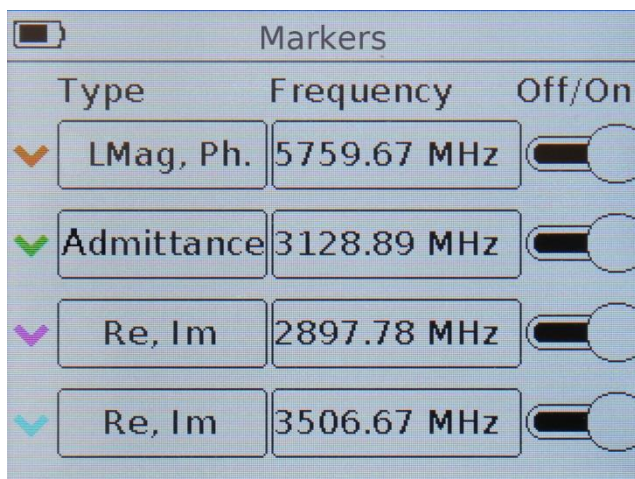

Рисунок 9.8 – Меню установки параметров выводимых на графики маркеров
9.4.5. Чтобы задать частоту, на которой будет установлен маркер, необходимо в меню маркеров (Рисунок 9.8) в столбце **Frequency** нажать на соответствующий маркер. На экране появится подменю ввода числовых значений, как на рисунке 9.10.
Примечание – Для быстрого перехода из режима просмотра графика **Smh** в меню установки параметров маркеров (Рисунок 9.8) нажмите и удерживайте около двух секунд кнопку (11) «**MKR**». В нашем примере на рисунке 10.1 тестируется GSM антенна с рабочей частотой 900 МГц. На диаграмме включены четыре маркера и отображение пороговой линии КСВ со значением 2,5. Справа от диаграммы отображаются значения измерений на фиксированной частоте маркера в заданных единицах.
Примечание – Для быстрого перехода из режима просмотра графика **Pol** в меню установки параметров маркеров (Рисунок 9.8) нажмите и удерживайте около двух секунд кнопку (11) «**MKR**». В нашем примере на рисунке 10.2 тестируется GSM антенна с рабочей частотой 900 МГц. На диаграмме включены четыре маркера, а отображение пороговой линии КСВ отключено. Справа от диаграммы отображаются значения измерений на фиксированной частоте маркера в заданных единицах.
Примечание – Для быстрого перехода из режима просмотра графика **Ph** в меню установки параметров маркеров (Рисунок 9.8) нажмите и удерживайте около двух секунд кнопку (11) «**MKR**».
Примечание – Для быстрого перехода из режима просмотра графика **Mag** в меню установки параметров маркеров (Рисунок 9.8) нажмите и удерживайте около двух секунд кнопку (11) «**MKR**».